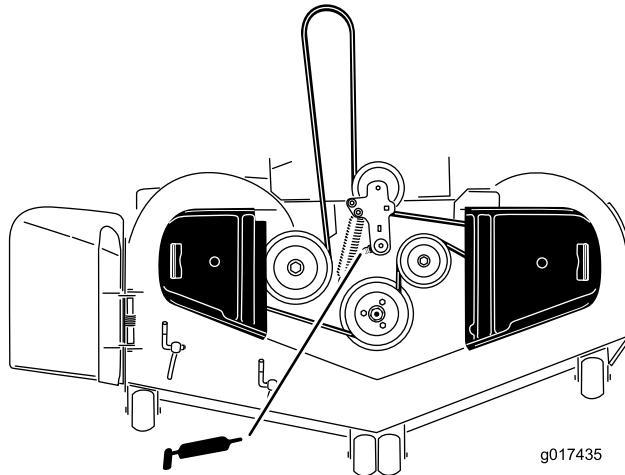

図 33
- 刈り込みデッキのアイドラームのピボットにグリスを注入する；グリスが下から漏れてくるまで入れること（図 33）。